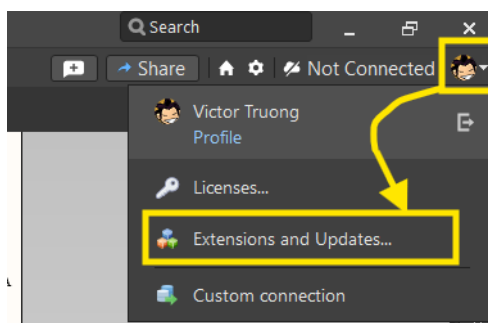

Figure 1. Etape 1 pour aller dans "Extensions and Updates"
- ✓ Tout en haut à droite à côté de votre profil se trouve un **menu déroulant**, cliquez sur ce dernier et appuyez sur le déroulé « **Extensions and Updates...** » comme indiqué dans la *Figure 1*.